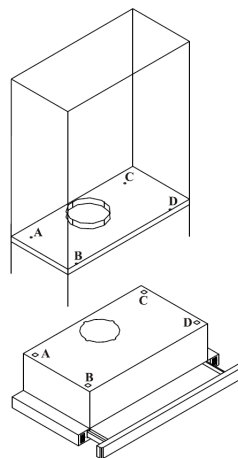

Fig.3
- I overskabets nederste hylde skæres et hul på Ø 130 mm til et rør, som skal lede afgangsluft ud. Bor herefter huller til emhættens befæstningsskruer (Fig 3). For at undgå fejl ved placering af de enkelte huller, skal den medfølgende papirskabelon anvendes til opmærkning af skruenhuller og hul til aftræksrøret i overskabets nederste hylde.
- I overskabets nederste hylde skæres et hul på Ø 130 mm til et rør, som skal lede den rensede luft tilbage til køkkenet. Herefter bores huller til de medfølgende montageskruer (Fig. 3).